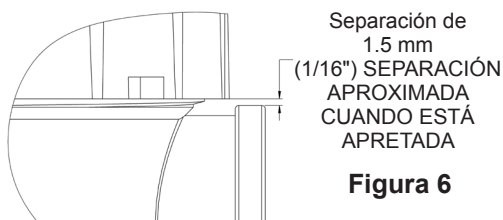

Figura 6
5. Enrosque la tapa del medidor manualmente. Para verificar el apriete, debiera haber una separación aproximadamente de 1.5 mm (1/16") entre la tapa y el borde del puerto de salida. (Consulte la Figura 6).